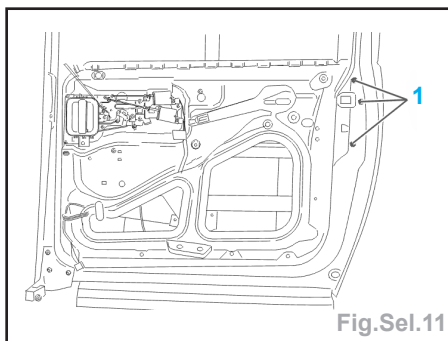

Fig.Sel.11
- Déposer les fixations (1) de la serrure avec la tringle de commande (Fig.Sel.11).